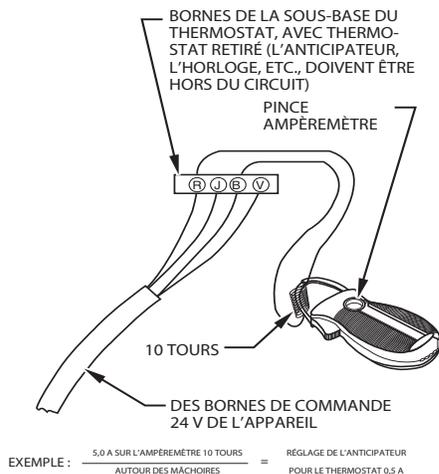

Fig. 64 – Amp. Vérification dl
- Connectez un ampèremètre aux bornes R et W de la sous-base ou aux fils R et W du mur. Consultez la Fig. 64.